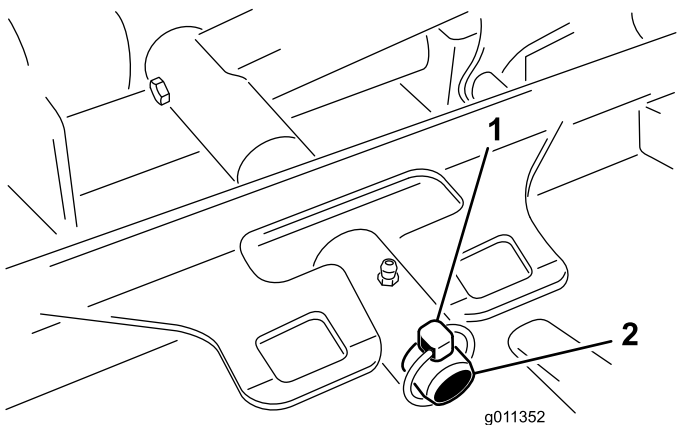

Figura 71
3. Retire el pasador de seguridad (para máquinas Groundsmaster 4500) o la tuerca de retención (para máquinas Groundsmaster 4700) que sujeta el bastidor de tiro de la carcasa a la barra de giro del brazo de elevación (Figura 71).
2. Deslice el bastidor de tiro de la carcasa sobre el pasador de giro del brazo de elevación (Figura 71). Sujete la carcasa al pasador con el pasador de seguridad (para máquinas Groundsmaster 4500) o la tuerca de retención (para máquinas Groundsmaster 4700).